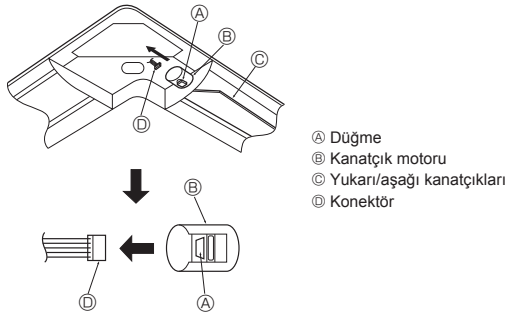

Fig. 9-11
9.7. Yukarı/aşağı hava akımı yönünün sabitlemesi (Fig. 9-11)